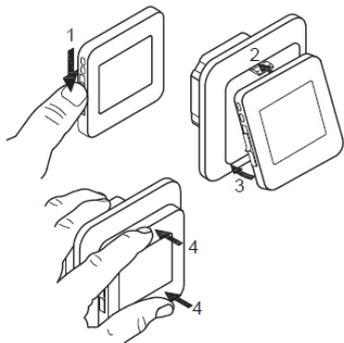

Рисунок 7
2. Установите рамку, а затем осторожно установите переднюю крышку на термостат, сначала нажимая на ее верхнюю, а потом на нижнюю часть. Убедитесь, что скользящая кнопка включения и контакты питания находятся внизу. (Рис. 7).